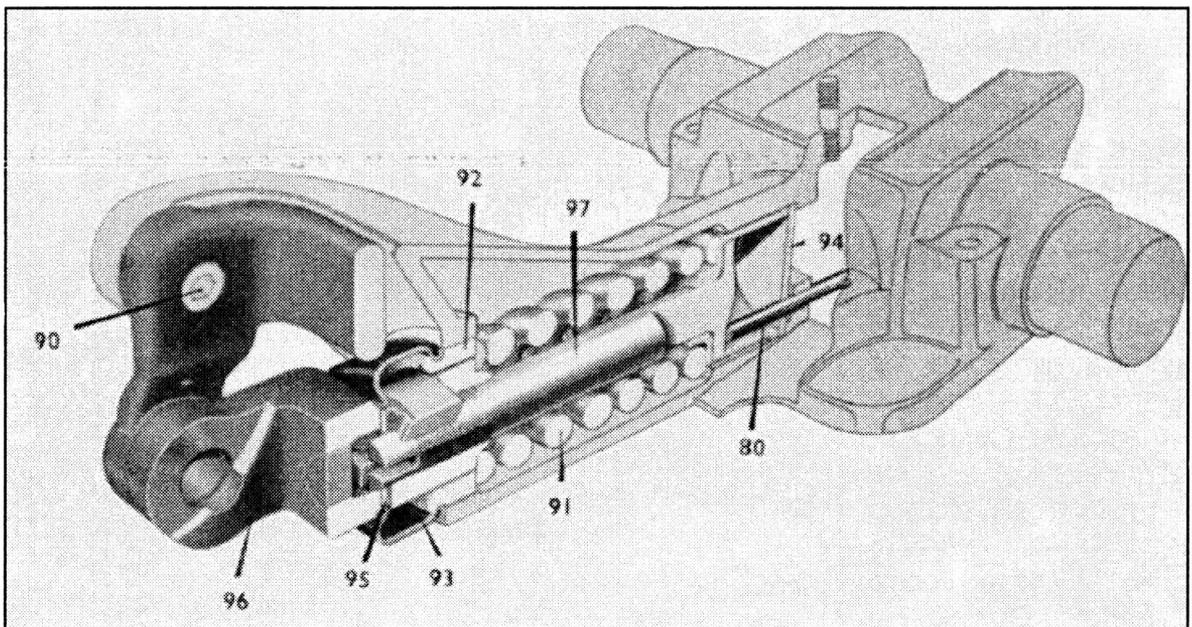

Figure 29 Coupe de l'ensemble monté du ressort de contrôle
2) Réglage du ressort de contrôle (figure 29)